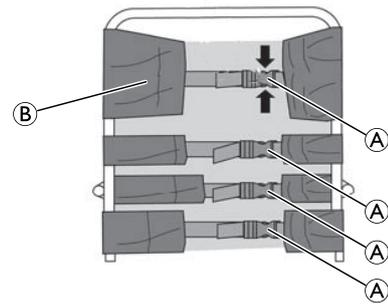

Fig. 2
1. Öffnen Sie die Schnallen **A**, und nehmen Sie den Rückenlehnbezug **B** ab (Abb. 2).
1. Ouvrez les boucles **A** et retirez la toile de dossier **B** (Fig. 2).